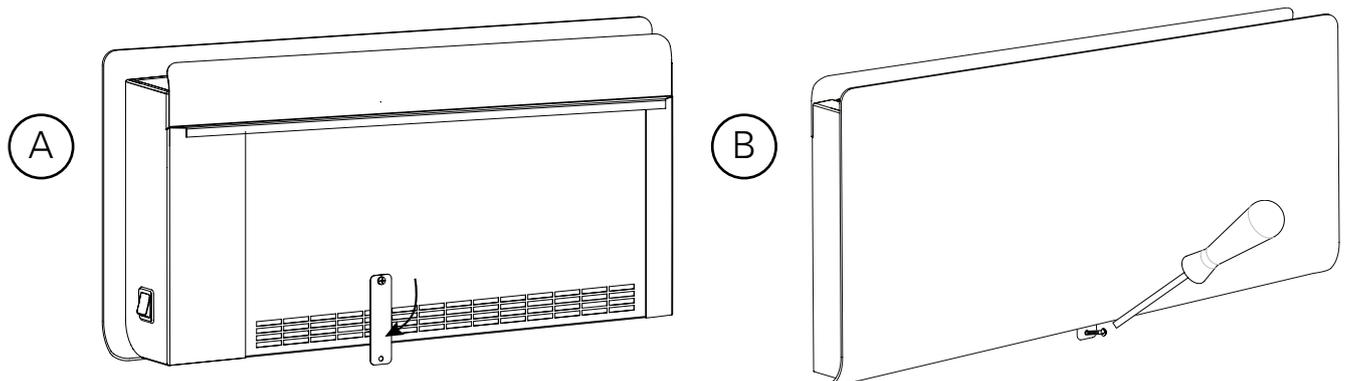

Fig. 4: Fastening with lockplate
3. Das Sicherungsblech (Abb. 4) drehen und mit einer Schraube an der Wand befestigen, um das Konvektorgebläse zu sichern.